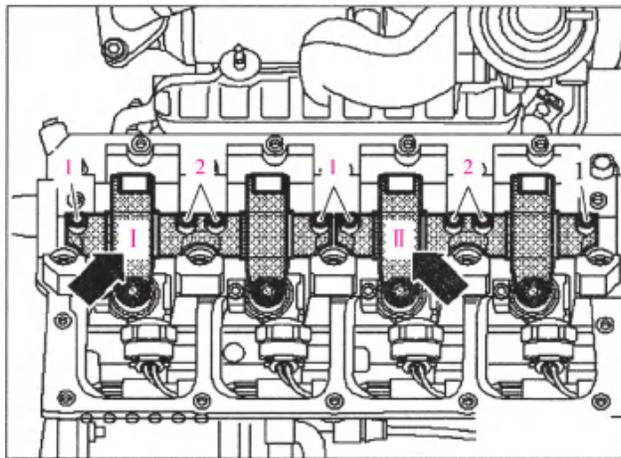

图 4-27 安装摇臂轴
③ 安装摇臂轴。由中间到两边依次拧紧，先将螺栓 2 用手拧紧，然后将螺栓 1 用手拧紧，如图 4-27 所示。最后，按相同顺序将螺栓拧紧至 $20 \text{ N} \cdot \text{m} + 90^\circ$ （ $1/4$ 圈）。